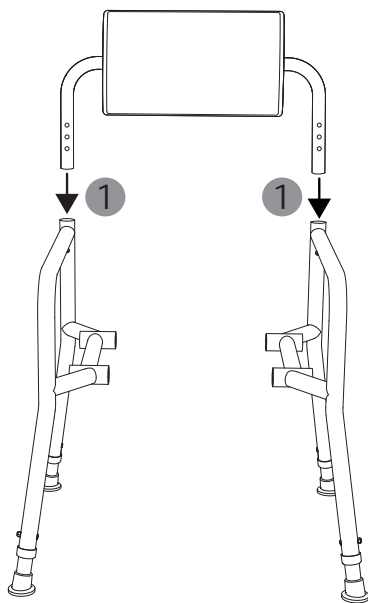

fig. 4
3. Dans un premier temps, le dossier est inséré dans les parties latérales (1, fig. 4). Lors du montage, veillez à la bonne orientation des différentes pièces. Les supports des tubes enfichables des parties latérales sont dirigés vers l'intérieur. Le dossier s'insère dans les parties latérales avec le coussin tourné vers l'avant.